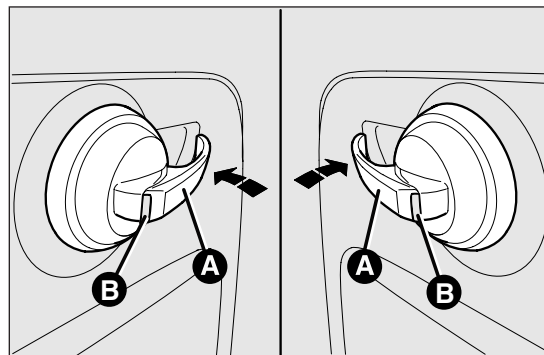

Abb. 50
**Zum Entriegeln von Innen** der Türschlösser und der Heckklappe ziehen Sie den Griff A Abb. 50.
Die korrekte Position des Hebels bei verriegelten Türen wird durch das rote Symbol B Abb. 50 an den Griffen angezeigt.